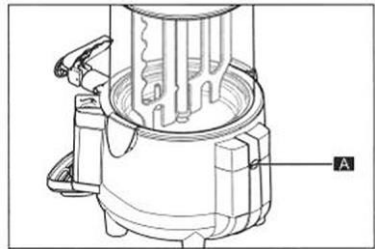

Fig. 2
4. Fjern sikringsskruen (A) med et egnet værktøj (fig. 2).